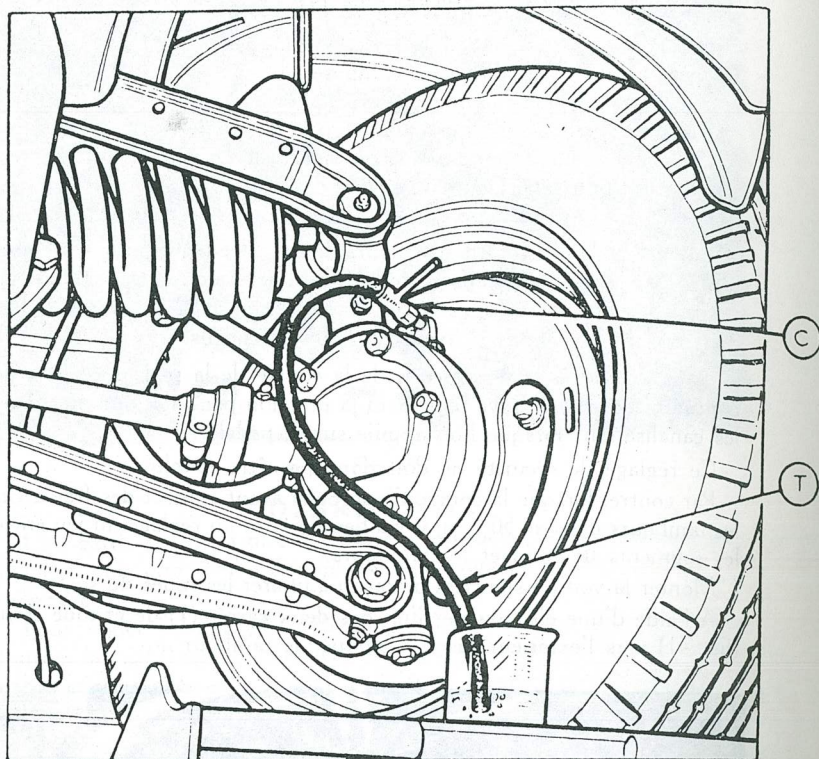

Fig. 42
Pour évacuer cet air, retirer la vis-bouchon et sa rondelle Grower de la vis pointeau (2) de purge du cylindre de roue. Visser à la place le tube d'écoulement (T) fourni dans la trousse d'outillage (fig. 42).